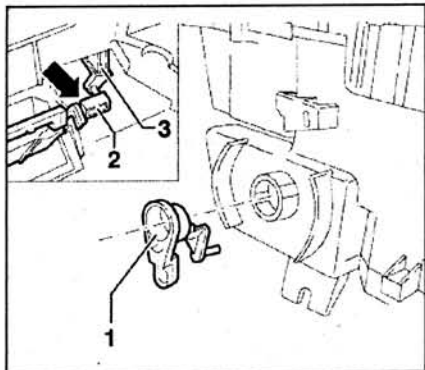

Рис. 8.71. Прокрутите рычаг заслонки подачи воздуха к пространству для ног 1 по часовой стрелке до упора (стрелка) и отсоедините привод 3 от заслонки 2.
5. Прокрутите рычаг заслонки подачи воздуха к пространству для ног 1 по часовой стрелке до упора (стрелка) и отсоедините привод 3 от заслонки 2 (рис. 8.71). Извлеките рычаг заслонки подачи воздуха к пространству для ног и снимите заслонку с шайбой.